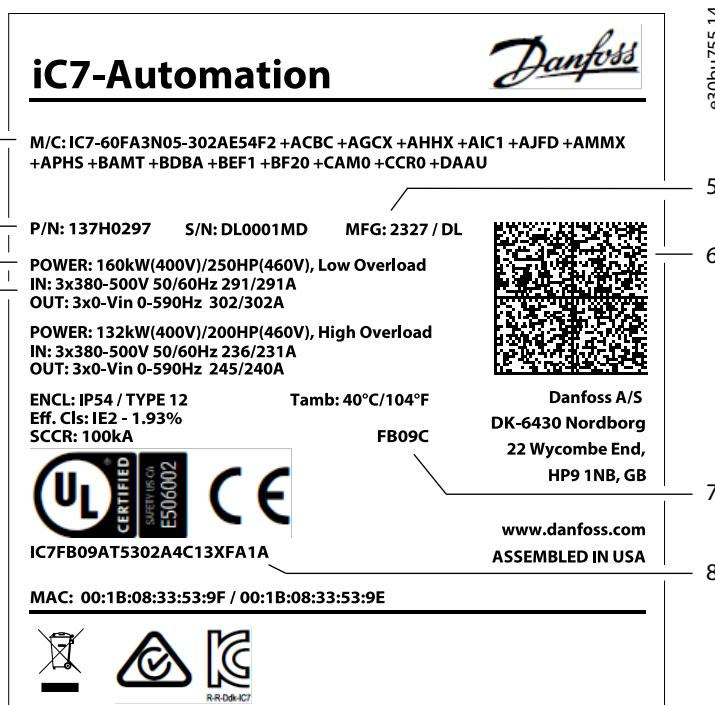

Abbildung 1: Beispiel für ein Typenschild
1. Ermitteln Sie die Baugröße. Siehe Abbildung 1.